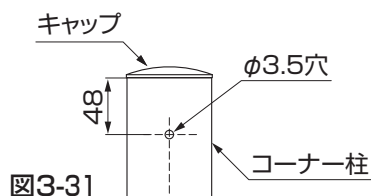
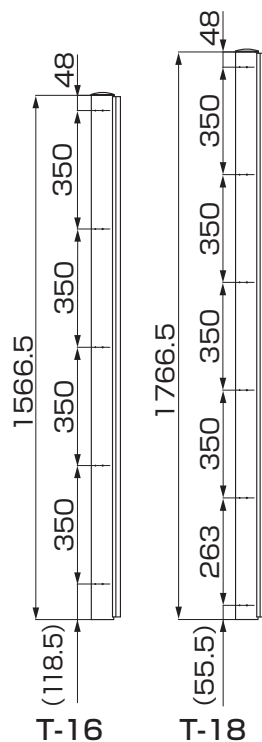

図3-31
図3-32
- ②コーナー角度に合わせて、コーナー柱にドリルでφ3.5の穴をあけてください。(図3-31、図3-32参照)